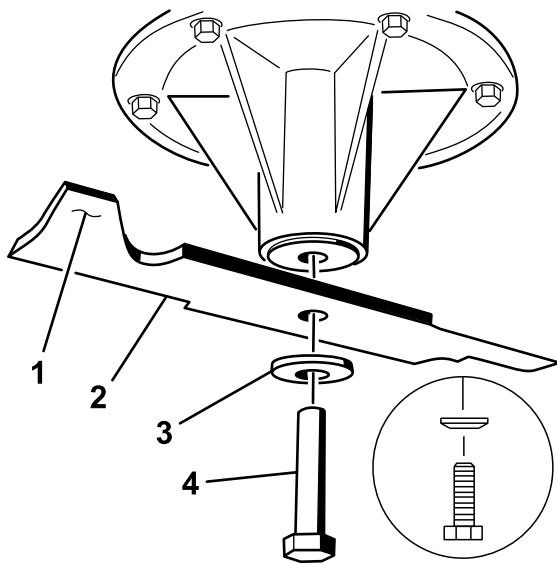

Figura 112
- Instale la cuchilla en el eje (Figura 112).
- Instale la arandela de muelle y el perno de la cuchilla (Figura 112).
Nota: El cono de la arandela elástica debe estar orientado hacia la cabeza del perno (Figura 112).